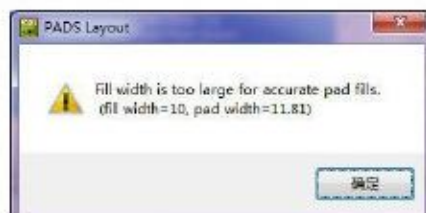

图 36 Fill width too large Warning
2) TOP Layer 或者 BOTTOM Layer 导出时，出现焊盘宽度太大的情况，如图 36 所示的警告，